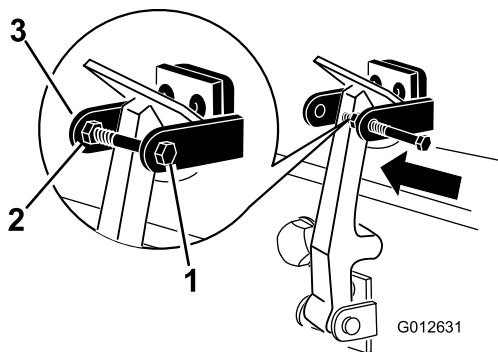

Рисунок 6
7. Вверните болт в другой рычаг кронштейна фиксатора капота для блокировки фиксатора в надлежащем положении (Рисунок 6). Затяните болт, но не затягивайте гайку.